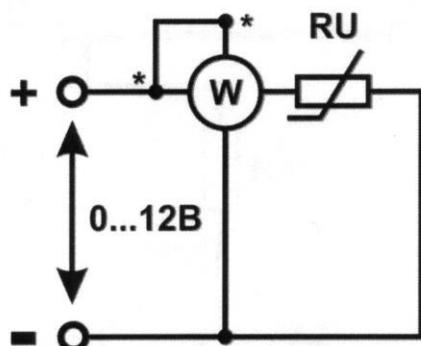

Рис. 3.1 Исследование нелинейной цепи постоянного тока.
3.1 Собрать электрическую цепь для снятия вольтамперных характеристик элементов цепи (рис. 3.1). В качестве регулируемого источника постоянного напряжения использовать «Источник 1» 0...12В. Предъявить схему для проверки преподавателю.